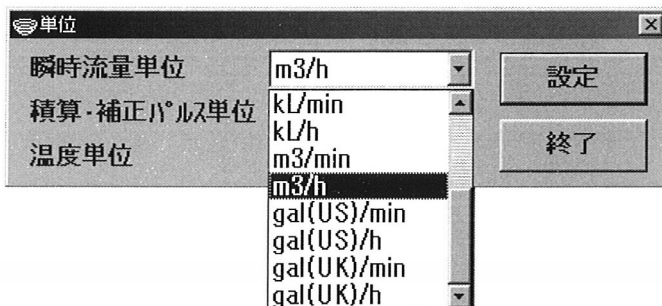

図31
- ③ それぞれ適切な単位を入力します。図31のように、各欄の右側の矢印をクリックしてドロップダウンリストの中から選択します。